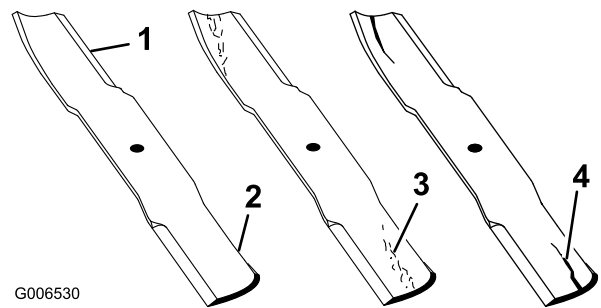

Figura 40
1. Controllate i taglienti (Figura 40). Se i taglienti non sono affilati o presentano intaccature, togliete le lame ed affilatele; vedere Affilatura delle lame.
2. Controllate le lame, in particolare l'area curva (Figura 40). In caso di danni, usura o scanalature nell'area (Figura 40, voce 3) montate immediatamente una nuova lama.